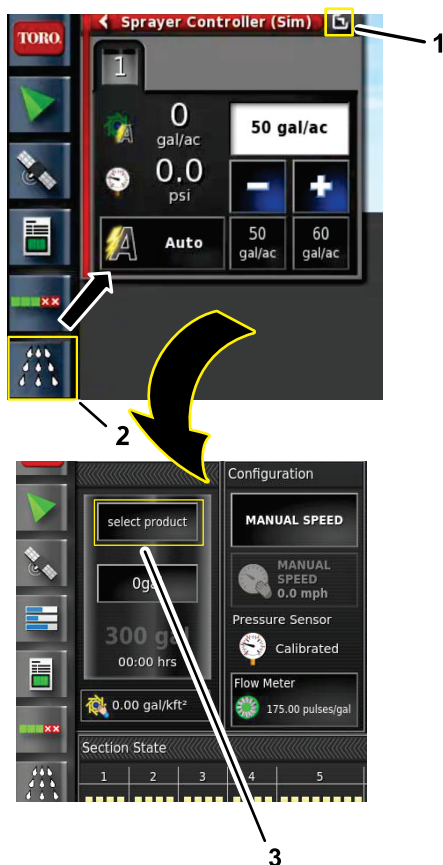

Figura 115
2. Pulse el icono CONTROLADOR DEL FUMIGADOR y pulse el icono Ampliar vista del panel del controlador del fumigador (Figura 115).
3. Pulse el icono CONFIGURACIÓN DE PRODUCTOS (Figura 115).